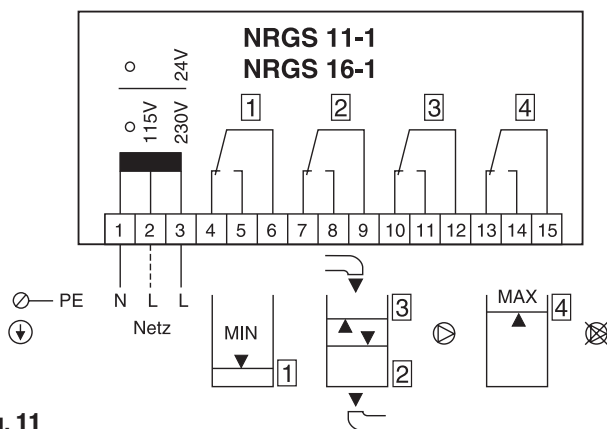

Fig. 11
1. Controleer of het systeem conform het aansluitschema is bedraad. **Fig. 11**